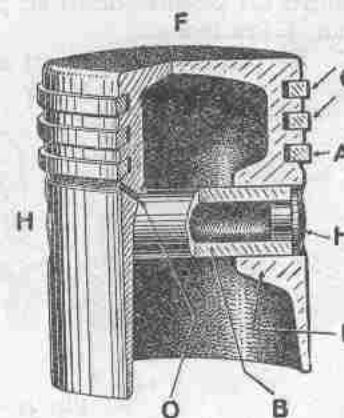
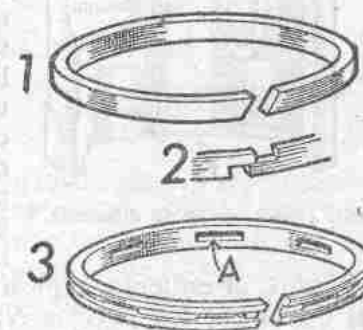

Fig. 42.—Pistón.
Fig. 44.—Segmentos.
fectamente a todo alrededor del cilindro para que no hubiera fugas de gases que hicieran perder fuerza a la compresión y a la explosión; pero como esto produciría un rozamiento fuerte, se deja un ligero huelgo entre el pistón y el cilindro, y se recurre, para evitar las fugas, a la colocación de *segmentos*. Estos son aros o anillos elásticos (fig. 44), de diámetro algo mayor que el del cilindro, con una hendidura que les permite contraerse cuando el pistón se monta y se mete en el cilindro. En el frotamiento con las paredes de los cilindros son los segmentos los que se desgastan. Se alojan (fig. 42) en gargantas apropiadas que lleva el pistón; dos o tres en la parte alta, llamados *segmentos de compresión* C, son los que, ciñéndose a las paredes del cilindro, impiden las fugas citadas. Por otra parte, para que el lubricante que sube engrasando las paredes entre el pistón y el cilindro, no pase a la cámara de explosión, se
emplea un segmento (o dos) de engrase rascador de aceite A, que va, generalmente, dispuesto por encima del bulón, sobre la garganta A con ocho o diez agujeros O, por los que el aceite que baña la pared del cilindro, y que al bajar el pistón es raspado por el segmento, pasa al interior del pistón, engrasa el pie de la biela y cae al cárter nuevamente. Para facilitar el retorno del aceite suelen usarse segmentos de perfil especial con ranura central 3 provista de agujeros o lumbreras A por los que el aceite raspado pasa mejor a los orificios O del pistón (fig. 42).
Los segmentos de compresión suelen ser sencillos, como el 1 (fig. 44) con el corte recto u oblicuo, y alguna vez, para contener la fuga de gases por dicho corte, se hace éste en escalón (2). El que se coloca más alto, cerca de la cabeza del pistón, se llama segmento de fuego porque contiene directamente la explosión taponando el paso de las llamas. Modernamente, este segmento se recubre de cromo poroso para endurecerlo y a la vez retener el aceite en los poros, y así frota engrasado, a la fuerte presión de su trabajo, sobre la parte de cromado duro del cilindro; con ello se ha conseguido que los segmentos duren más del doble y los cilindros se desgasten menos de la mitad.